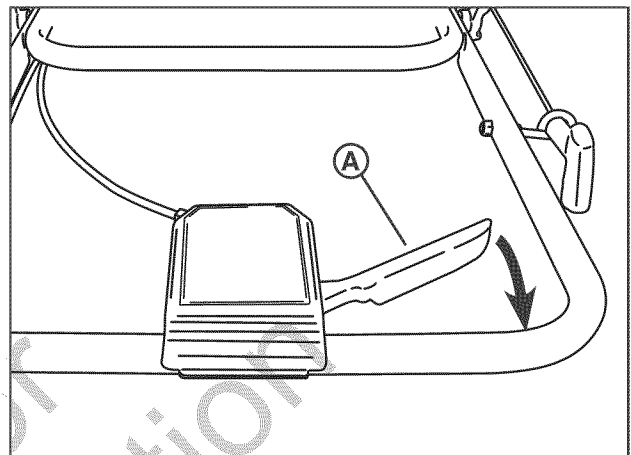

Figure 13: Faire fonctionner le système d'entraînement de la roue
2. Tirer lentement le levier d'entraînement (A, Figure 13) vers l'arrière. Le système d'entraînement est embrayé. Pour augmenter la vitesse d'avancement, tirer davantage vers l'arrière et lentement le levier d'entraînement. Pour réduire la vitesse d'avancement, relâcher lentement le levier d'entraînement.